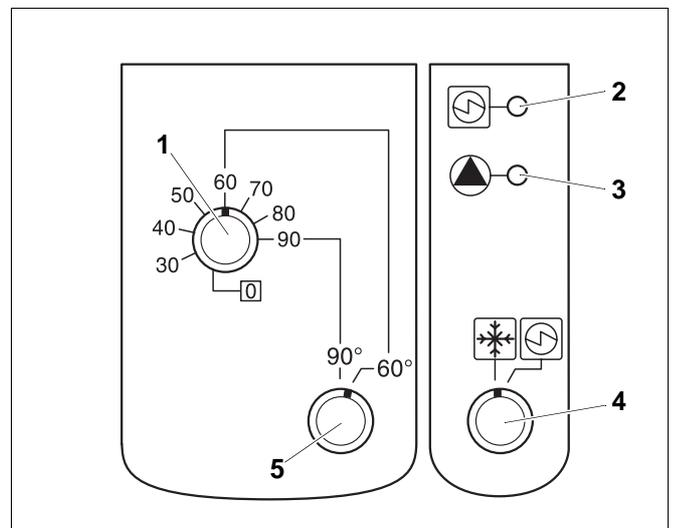

Abb. 2 Modul ZM 429
- Mit dem Warmwassertemperaturregler (Abb. 2, **Pos. 1**) stellen Sie die gewünschte Warmwassertemperatur ein.
Durch den Wahlschalter (Abb. 2, **Pos. 5**) kann die maximale Warmwassertemperatur auf 60 °C begrenzt werden (Werkseinstellung).
- Die LED-Anzeige (Abb. 2, **Pos. 3**) zeigt den Betrieb der Pumpe an. Die Pumpe läuft nach Erreichen der eingestellten Warmwassertemperatur 3 Minuten nach.
- Mit dem Wahlschalter (Abb. 2, **Pos. 4**) auf Stellung  ist die Regelung für den Heizkesselbetrieb abgeschaltet. Die Ansteuerung für Elektroheizbetrieb ist aktiviert, es ist keine gleichzeitige Beheizung über den Heizkessel möglich. Dieser Betriebszustand wird durch die LED (Abb. 2, **Pos. 2**) angezeigt.